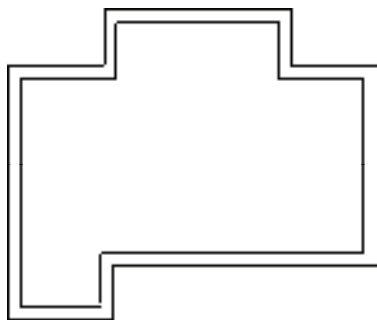

图 3-64 打开素材
1) 按〈Ctrl+O〉组合键，打开配套光盘提供的“第 3 章/3.2.7 墙柱保温.dwg”素材文件，结果如图 3-64 所示。